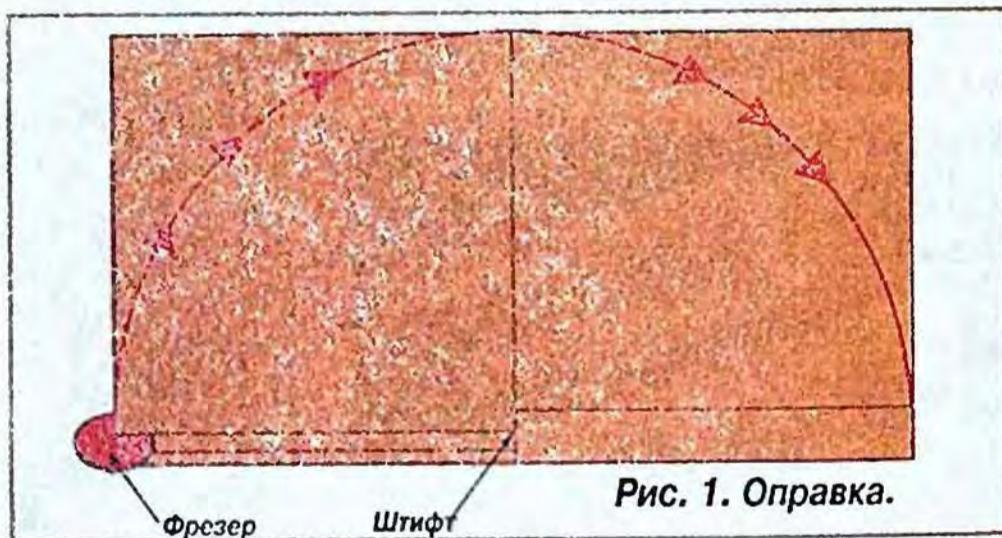

Рис. 1. Оправка.
**Изготовление ножек.** Работу я начал с того, что сделал шаблон для изгиба ножек. Его я собрал из двух склеенных листов ДСП толщиной 22 мм. С помощью фрезерной машинки я сделал оправку в форме полукруга с  $R=420$  мм (рис. 1). Оправку установил на верстак (рис. 2).